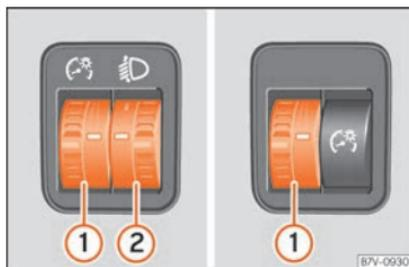

Fig. 145 Ao lado do volante: reguladores da iluminação dos instrumentos e comandos ① e do alcance das luzes ②.
① Iluminação dos instrumentos e dos comandos
Com a luz acesa, é possível regular a intensidade da iluminação dos instrumentos e dos comandos, rodando o comando » » » **Fig. 145** ①.
② Regulação do alcance das luzes
A regulação do alcance das luzes » » » **Fig. 145** ② é adaptado segundo o valor do feixe luminoso do farol ao estado de carga do veículo. Deste modo o condutor tem a melhor visibilidade possível e não encadeia quem circula em sentido contrário » » » ⚠.
Para ajustar, rode o comando » » » **Fig. 145** ②: